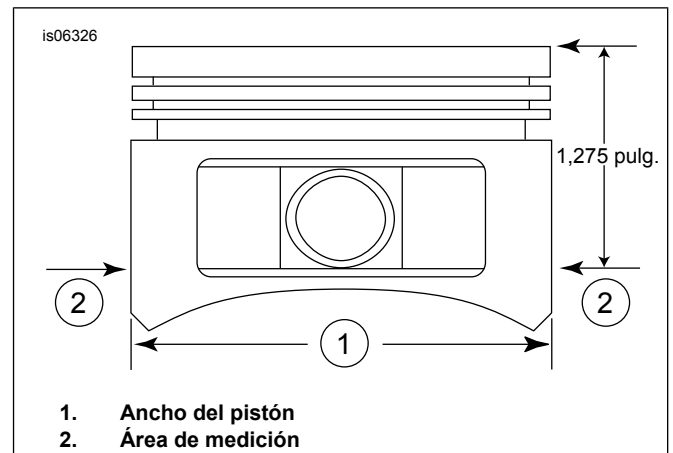

Figura 2. Medidas del pistón
5. Ver Figura 2 . Mida el ancho del pistón (1), 90 grados horizontalmente desde ambos lados del orificio del pasador del pistón y a 1.275 pulgadas (32.385 mm) hacia abajo desde la superficie de la cubierta (superior) del pistón (2). Vea Tabla 11 para saber cuál es el ajuste del pistón al cilindro en esta ubicación.